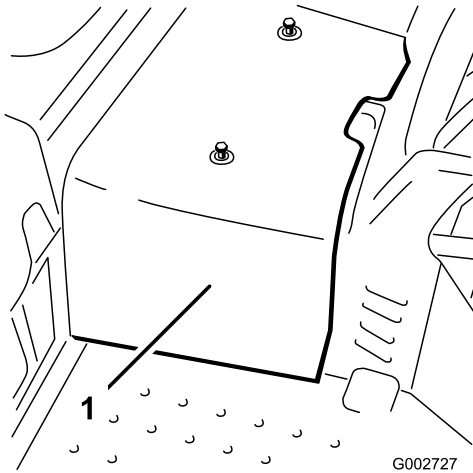

Figura 32
2. Togliete le due viti che fissano la protezione centrale alla macchina, e togliete la protezione (Figura 32).